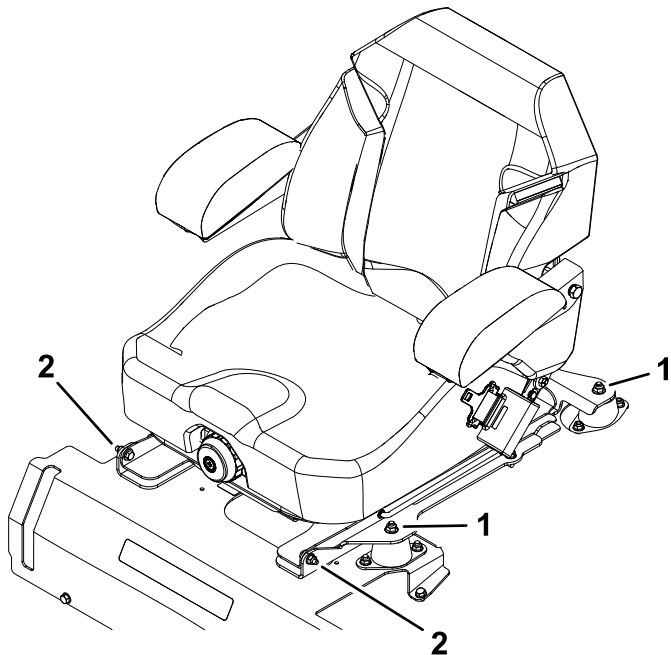

Рисунок 1
5. Зніміть 4 гайки ізоляторів переміщень сидіння і зніміть сидіння з рами (Рисунок 1).